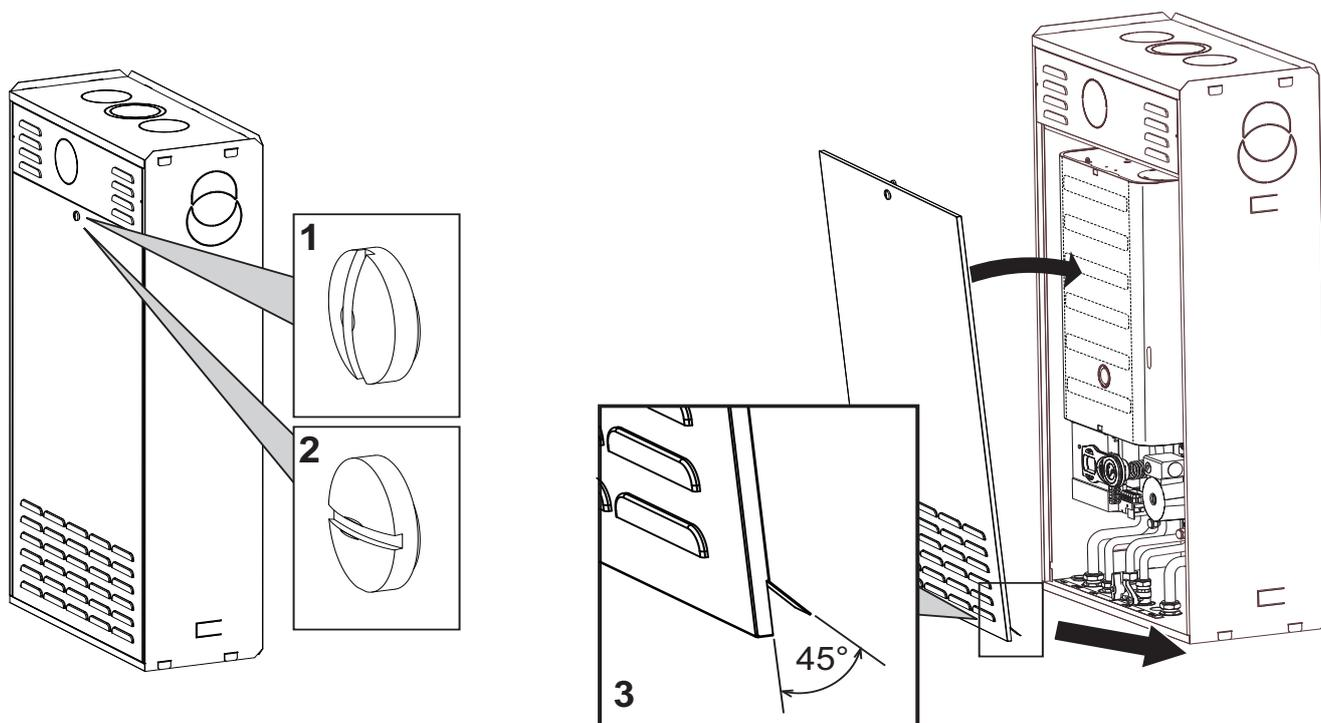

fig. 27 - Apertura e chiusura mantello
- Con una moneta o un cacciavite agire sulla serratura (1 = chiuso - 2 = Aperto - fig. 27).
- Quando si richiude il portellone, verificare che le linguette inferiori siano in posizione corretta (rif. 3 - fig. 27) e si incastrino nelle apposite sedi sull'involucro.